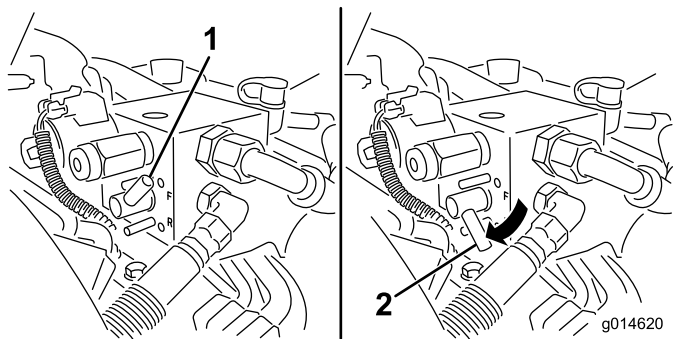

Figura 50
5. Girate la leva di lappatura in posizione di RETROMARCIA (R) (Figura 50).